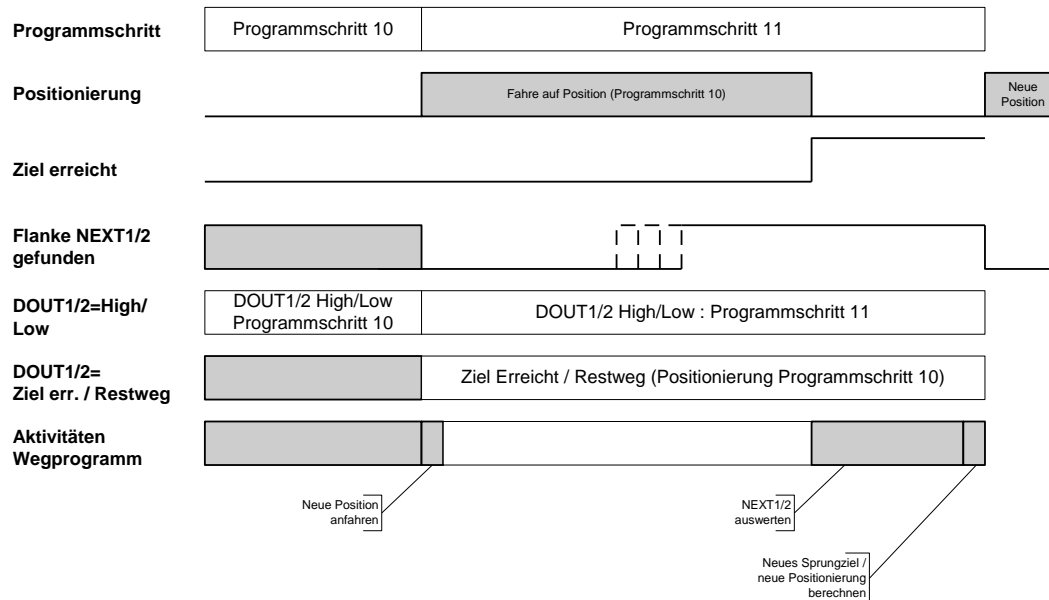

Abbildung 19: Zeitdiagramm Positionsverzweigung
In Abbildung 19 wird angenommen, dass in Programmschritt 10 eine Positionierung angestartet wird. Mit dem Start der Positionierung (10) wechselt das Wegprogramm in die Folgezeile, Programmschritt 11.